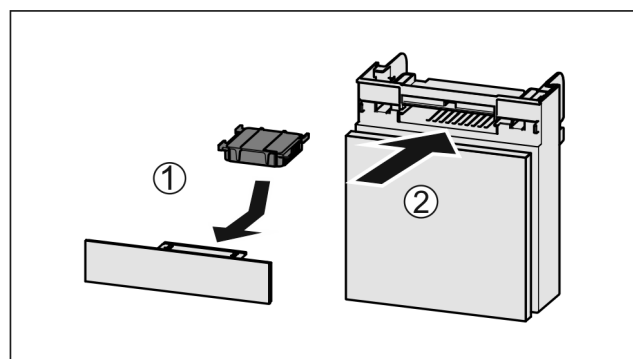

Fig. 99
- Inserire il vano Fig. 99 (2).